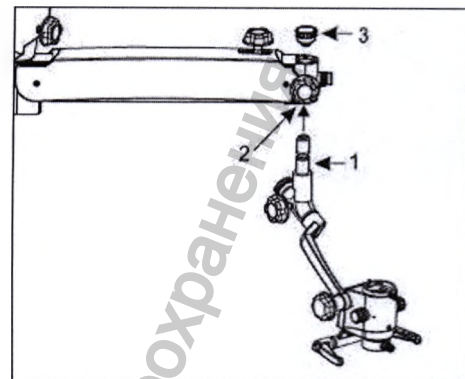

Рис. 7 Для PRIMA DNT и ENT
6.4 Из коробки извлеките наклонное плечо с головой, и установите на подвесном плече, вставив направляющую ось (1) непосредственно в подвесное плечо. Не забудьте ослабить фиксирующий винт (2) перед проведением направляющей оси. Зафиксируйте крепление при помощи нарезного винта (3). Смотрите рисунок 7, 7.1, 7.2.